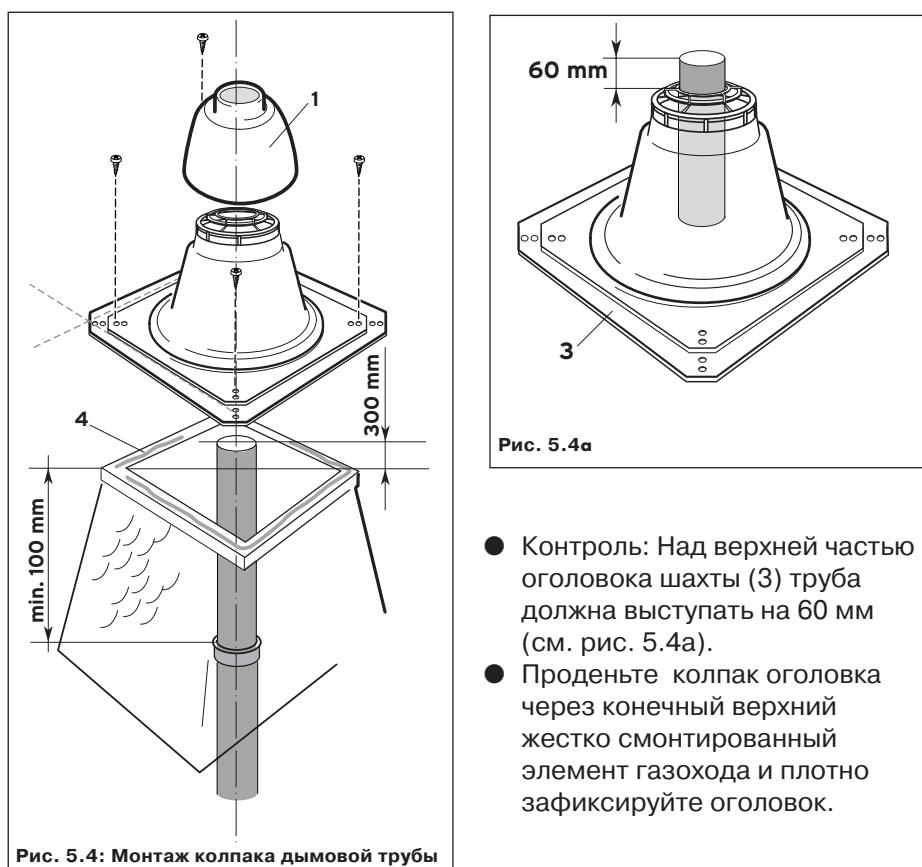

Рис. 5.4: Монтаж колпака дымовой трубы
Самая верхняя секция не должна иметь раструба. Соблюдайте размеры, указанные на рис. 5.4.
- Контроль: Над верхней частью оголовка шахты (3) труба должна выступать на 60 мм (см. рис. 5.4а).